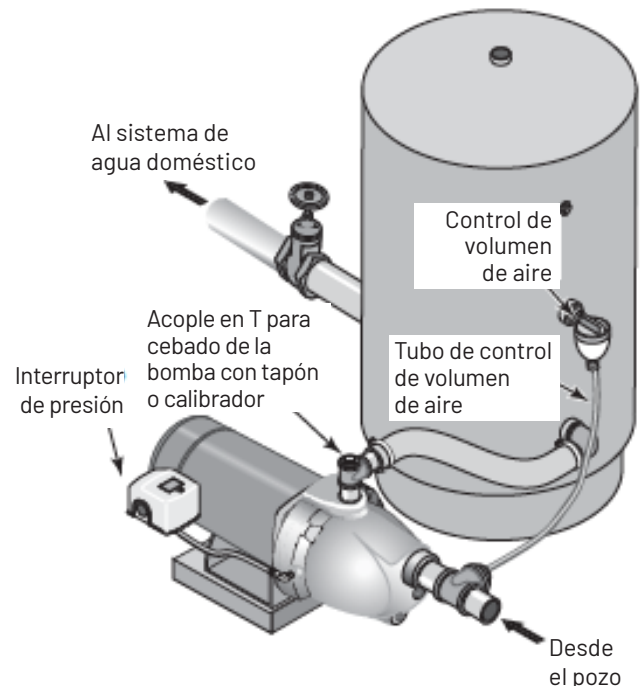

Figura 5: Conexiones del tanque estándar
1. Instale un acople en T en el puerto de descarga de la bomba (Figura 5).